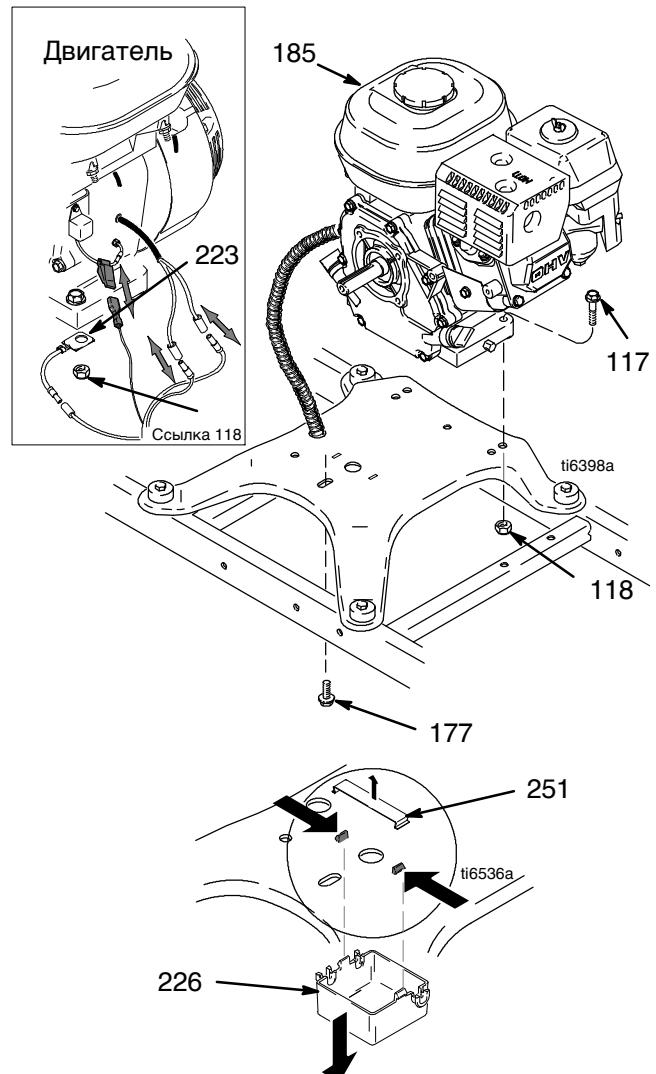

Рис. 12
2. См. Рис. 12. Снимите зажим (251) и распределительную коробку (226).
- См. Рис. 12. Закрепите распределительную коробку (226) с помощью зажима (251).
- Проверьте размер, для чего положите жесткий прямой стальной брус (B) попарек лицевой поверхности корпуса муфты сцепления (5). Используйте точный измерительный прибор для проверки расстояния между бруском и лицевой поверхностью зажима. При необходимости, отрегулируйте положение зажима. Затяните два винта (175) усилием в $14 \pm 1,1$ Нм.
- См. Рис. 12. Снимите зажим (251) и распределительную коробку (226).
- См. Рис. 12. Выкрутите винт (177). Снимите два винта (117), контргайки (118) и заземляющий провод (223, 260) с основания двигателя (185).
- См. Рис. 12. Установите два винта (117) и заземляющий провод (223, 260) на основания двигателя, и закрепите их контргайками (118). Затяните их усилием в 27 - 40,7 Нм.